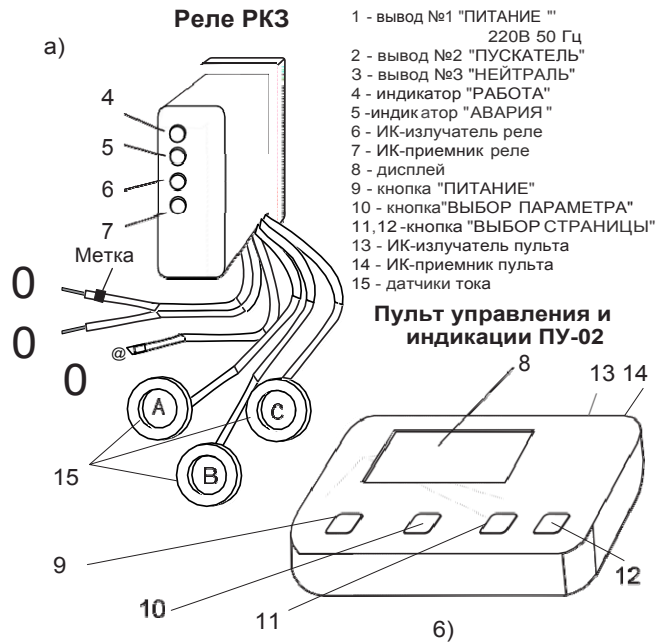
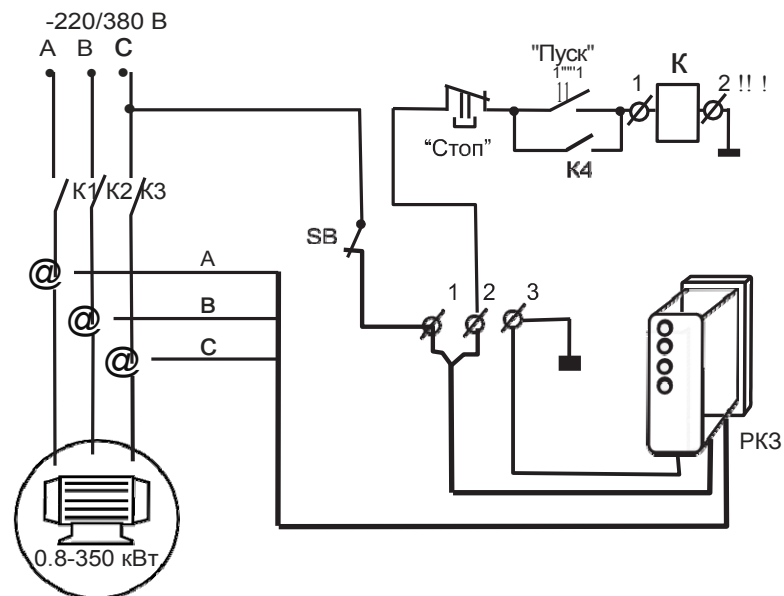

Рис.1 Внешний вид:
Рис.2. Схема включения реле контроля и защиты в систему управления электродвигателем.
По специальному заказу могут быть изготовлены реле с танием от фазного напряжения 380 ± 38 В. В этом случае вывод 3 "Нейтраль" реле и контакт 2 пускателя "К" (см. рис.2) подключаются к фазе А или Б вместо заземления..
- 5.1. Внешний вид реле и расположение его органов индикации и управления показаны на рис. 1. Принцип работы реле поясняет схема, приведенная на рис. 2.
- 5.3. Индикация нормального режима работы электроустановки осуществляется зеленым индикатором **"РАБОТА"** (рис. 1), индикация аварийного режима - красным индикатором **"АВАРИЯ"** с одно-временным разрывом цепи выводов 1 и 2 реле, включаемых в разрыв цепи питания катушки магнитного пускателя. Индикация режима **"ПЕРЕРЫВ"** (запланированное отключение) осуществляется мигающим индикатором **"АВАРИЯ"**.
- 7.2. Подключение устройства производится в соответствии со схемой, приведенной на рис. 2. Возможны другие варианты подключения реле.
- 8.6. Считывание информации с реле осуществляется с помощью пульта управления и индикации (ПУ) (рис. 1) в следующем порядке: